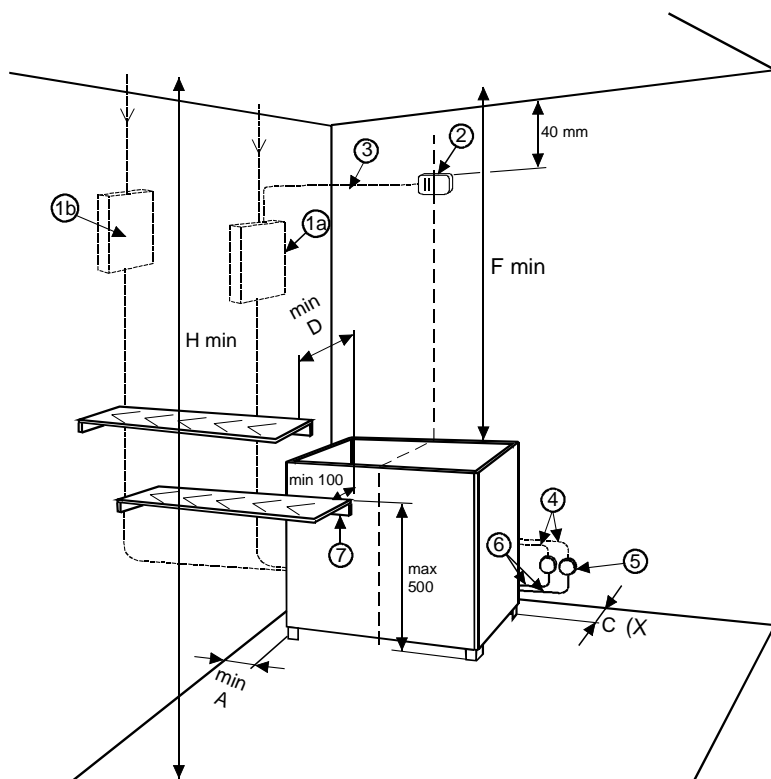

Bild 1
- Kontrollera installationsmått som anges i bild 1 och bild 2. Dessa måste ovillkorligen följas. Avvikelse från dessa medför brandfara.
När du fäster aggregatet måste du beakta minimiavstånden till bastuns brännbara ytor enligt tabell 1 och tabell 2 samt bild 1 och bild 2. Miniavstånden finns också på aggregatets märkskylt. Väggarna bakom aggregatet och taket får inte fodras med t.ex. eternitsockor eftersom en sådan fodring orsakar en för stor temperaturökning i väggmaterialet. Aggregatet får inte installeras i en fördjupning eller omges av ett slutet skydd. Tillåtet vägg- och takmaterial är träpanel. Endast ett aggregat får installeras i bastun